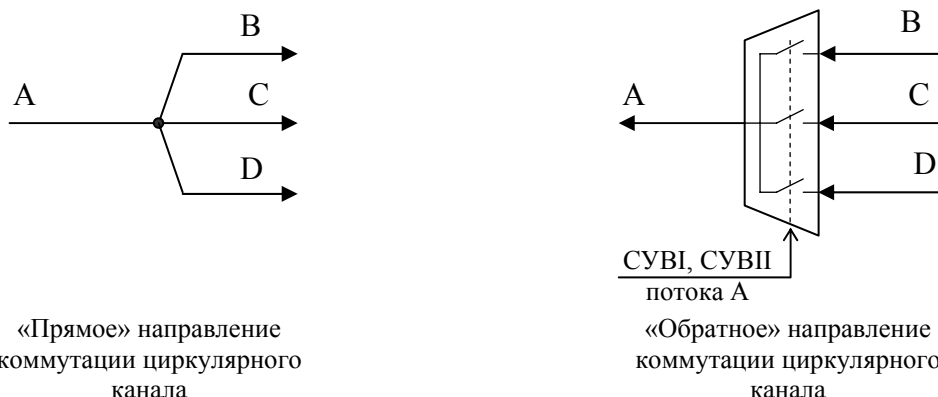

Рис.6 Схема коммутации «прямого» и обратного направлений циркулярных каналов.
- а) каналы-источники, выбранные в качестве циркулярных каналов, распространяются только в направлении от порта А к портам {B, C, D} (см. рис. 6);